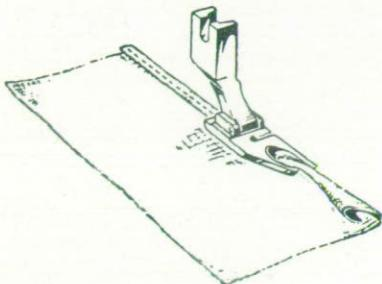

Fig. 40
a) STRAIGHT STITCH HEM (Fig. 40)